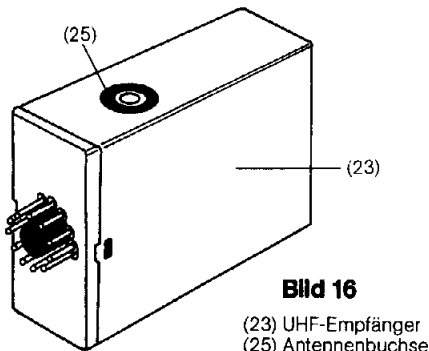

Bild 16
– Tor über Knopfaster (18) oder externe Schaltelemente schließen/öffnen und während der Laufperiode anhalten. Bei entsprechendem Gegenruck (max. 150 N) muß das Tor anhalten, der Antrieb nach Ablauf der vorgewählten Laufzeit abschalten.
**UHF-Steuerung (Bild 16)**